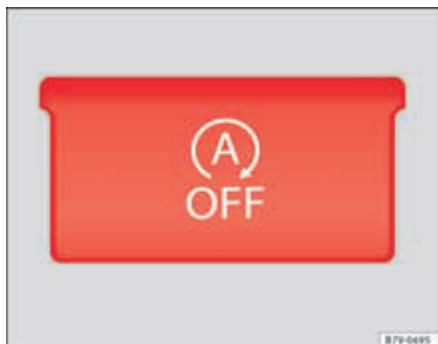

Abb. 138 Ansicht der Mittelkonsole: Taste für den Start-Stopp-Betrieb.
- Taste  in der Mittelkonsole drücken => Seite 208, Abb. 138.